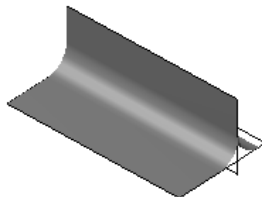

图 5.3.9 两侧倒圆角
- ☒ **两侧倒圆角(B)** 复选框：用于设置两侧都倒圆角，如图 5.3.9 所示。